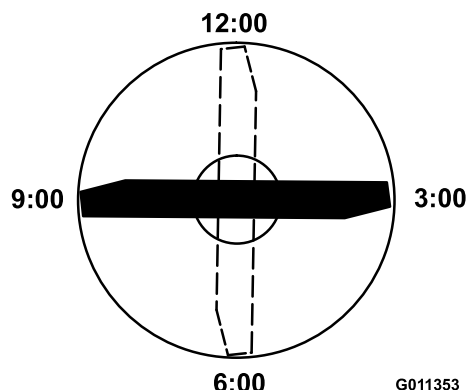

図 93
- ブレードの印の付いているほうの端部を12時の位置車両進行方向に向け図 93、作業台の表面からブレードの切っ先までの高さを測定する。
- 印の付いている端部を3時の位置と9時の位置に向けて図 93それぞれ高さを測定する。